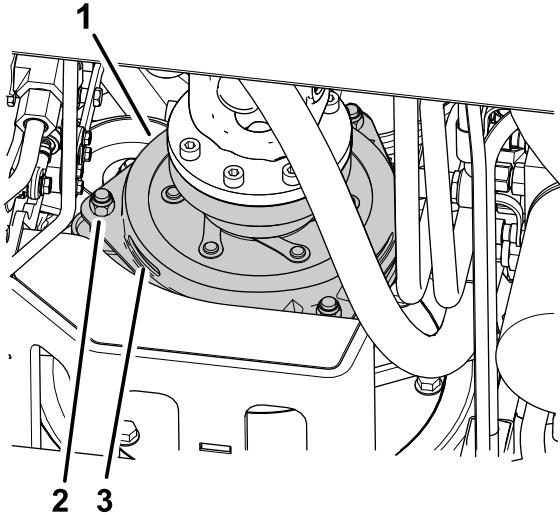

図 75
- クラッチのライニングと摩擦プレートとの間のギャップを 0.3 mm のすきまゲージが軽い抵抗で通れるように調整する図 75。
注 調整ナットを右に回すと隙間が小さくなります図 75。整備時の隙間の最大値は 0.6 mm です。3ヶ所すべてのすき間を 0.4 mm (0.012") に調整してください。